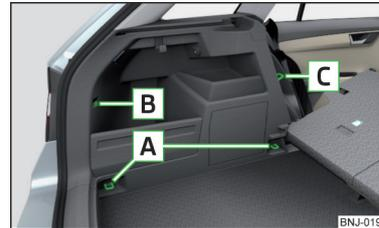

Abb. 86
### Übersicht der Befestigungselemente » Abb. 86
- Die Verzurrösen **A** » Abb. 86 auf Seite 87 können zur Befestigung von Netzen nicht genutzt werden, wenn sich der variable Ladeboden in der oberen Position befindet » Seite 921).